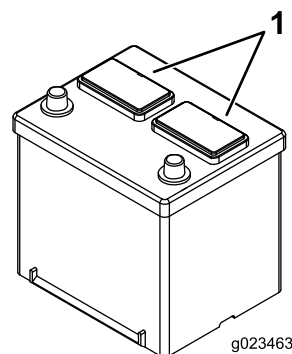

Figura 5
2. Limpie la parte superior de la batería y retire los tapones de ventilación (Figura 5).